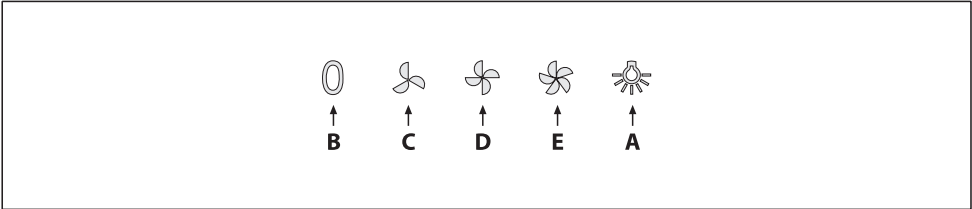

Fig.8
• **Comandi meccanici (Fig.8)** la simbologia è di seguito riportata: